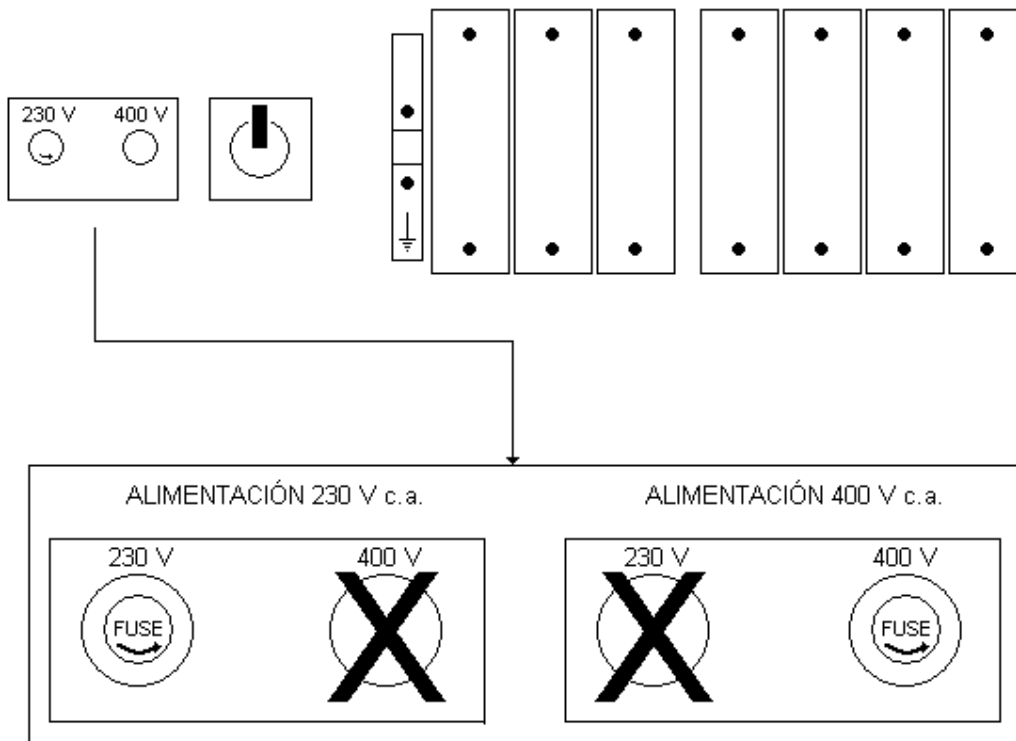

Figura 6
- 3) Cambiar la conexión del fusible del autotransformador para el contactor de entrada (FUSIBLE DEL AUTOTRANSFORMADOR) según la Figura 6.